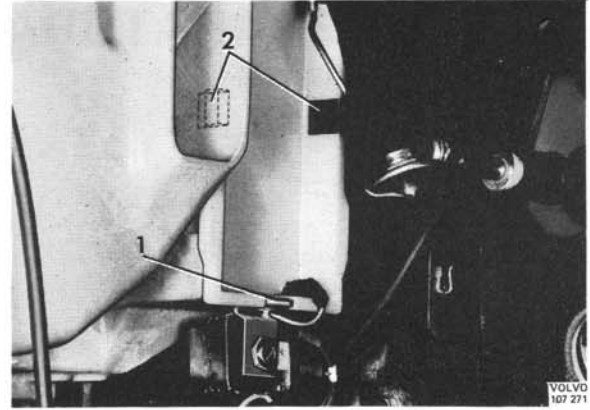

Abb. 32 Ausbau des Deckels vor dem Kältemittelverdampfer
3. El. Leitungen vom Thermostaten abklemmen. Befestigungsklammer (1, Abb. 32) sowie die beiden Deckelklammern (2) lösen.